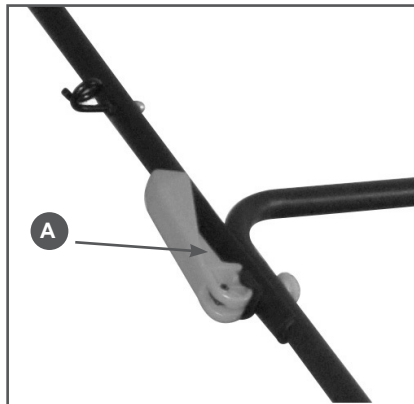

Рис.4 Установка шнура стартера
6. Шнур стартера пропустите через кронштейн на верхней части рабочей рукоятки (Рис. 4).